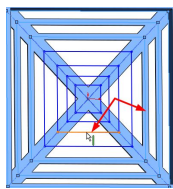

图 4-79 选择翼梁
- (1) 【选择代表通风口翼梁的 2D 草图段】: 选择草图线段作为翼梁, 如图 4-79 所示。